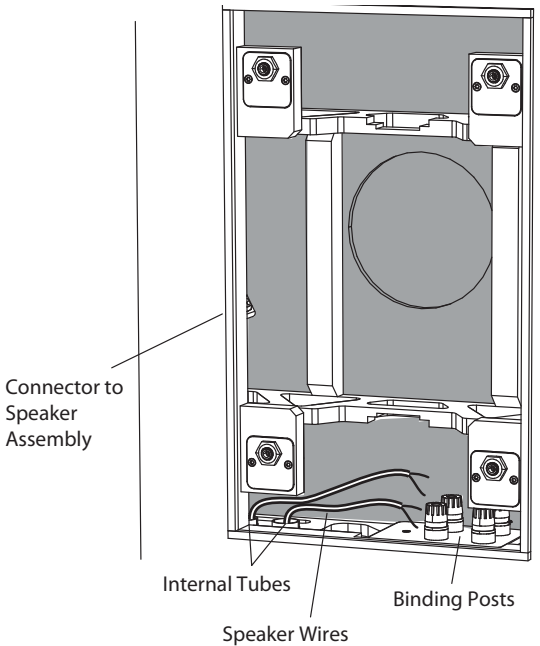

Fig. 5. Installazione del cavo dell'altoparlante sui terminali della lattina posteriore
4. Il filo positivo dal tuo amplificatore dovrebbe andare a uno dei terminali rossi (positivo) all'interno della lattina posteriore (Fig.5). Il filo negativo del tuo amplificatore dovrebbe essere collegato a uno dei terminali neri (negativo). È possibile utilizzare gli altri terminali rosso e nero per far passare il cablaggio dell'altoparlante dall'altro pressacavo e verso un altro altoparlante.